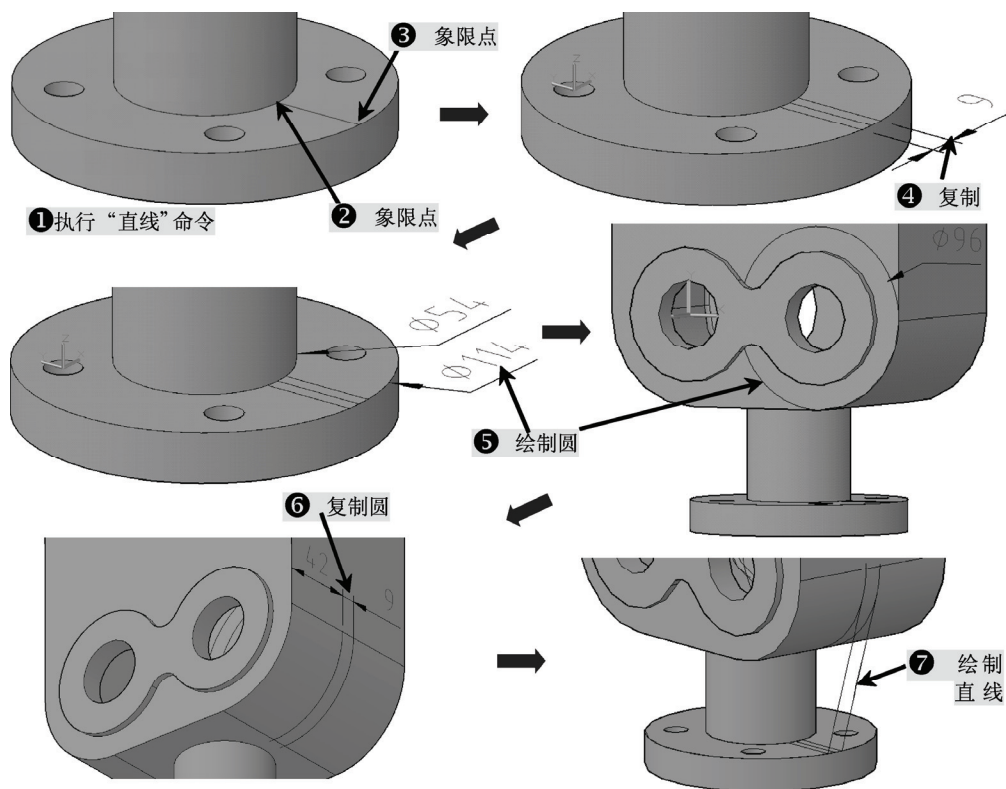

图 14-32 绘制线条
17) 执行“直线”命令 (l), 依照图示点, 绘制一条直线, 执行“复制”命令 (co), 将该直线向两边各复制一条, 距离 4.5, 删除绘制的直线; 执行“圆”命令 (c), 以图示位绘制两个同心圆 ($\Phi 54$ 和 $\Phi 114$); 重复“圆”命令 (c), 以上一步倒角 R48 的圆心为圆心, 绘制一个 $\Phi 96$ 的圆, 执行“移动”命令 (m), 依照图 14-32 所示方向将该圆移动 42; 再执行“复制”命令 (co), 依照图 14-32 所示方向复制一个圆, 距离 9; 执行“直线”命令 (l), 以 $\Phi 114$ 和刚才复制的直线的交点为起点, 绘制一条直线, 端点在 $\Phi 96$ 的切点上。重复“直线”命令 (l), 绘制另一条, 如图 14-32 所示。